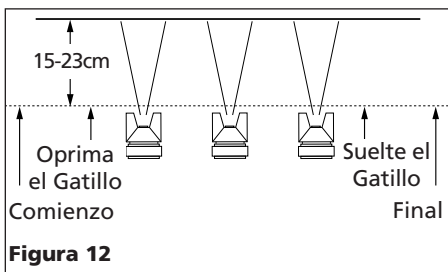

Figura 12
2. "Oprima el gatillo" adecuadamente. Comience a mover la pistola ANTES DE OPRIMIR EL GATILLO y deje de oprimirlo ANTES DE PARAR DE MOVERLA. Este procedimiento le permitirá que el acabado sea parejo sin dejar rastros de donde se unen las diferentes manos de pintura (Vea la Figura 12).